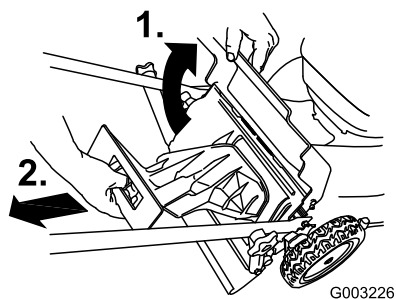

Figure 25
1. Soulevez le volet arrière et gardez-le dans cette position (Figure 25).
2. Retirez l'obturateur de l'éjecteur arrière (Figure 25).